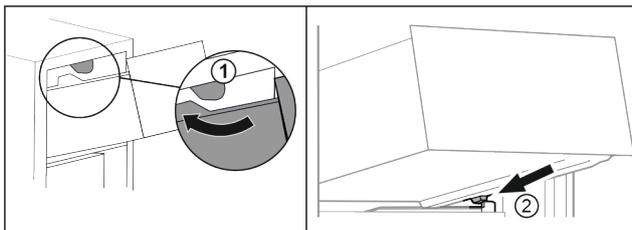

Fig. 27
- ▶ Schubfach um die oberen Stopper herumführen. Fig. 27 (1)
- ▶ Schubfach schräg hinter den unteren Stoppern auf Behälterrippe aufsetzen. Fig. 27 (2)